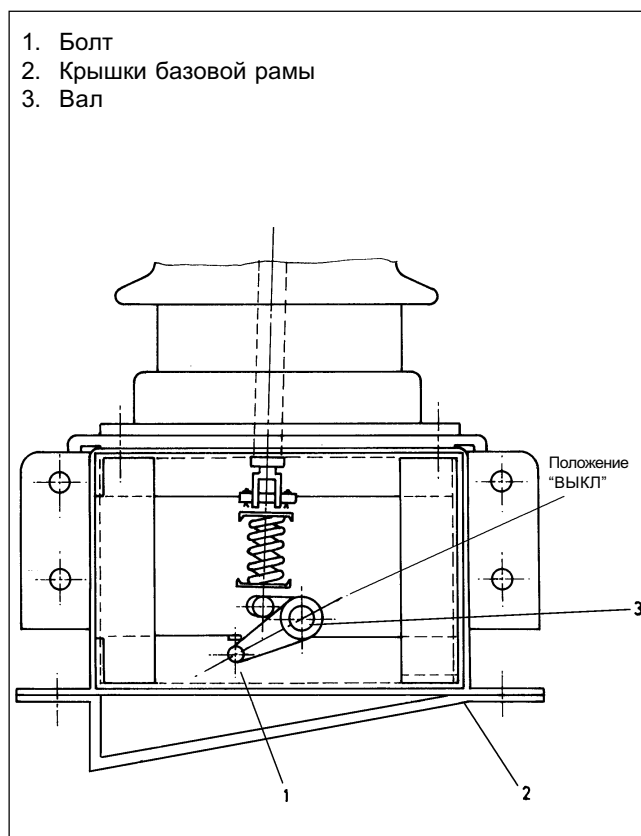

Рис. 12 Разрез базовой рамы
В первом ящике упакована базовая рама (деталь 2, рис.7) с тремя блоками ламповых переключателей (деталь 1, рис.7), которые устанавливаются в фарфоровых изоляторах. Во втором ящике находится приводная коробка силового выключателя (деталь G, рис.1), который устанавливается на несущую конструкцию. В этом ящике находятся также фундаментные болты (деталь 4, рис.5), гайки (деталь 1, рис.5), подкладные шайбы (деталь 3, рис.5) и упругие шайбы (деталь 2, рис.5), а также другие детали, поставляемые отдельно россыпью. Силовой выключатель вместе с вакуумными ламповыми переключателями упаковывается и транспортируется в открытом состоянии с дополнительными транспортными креплениями, зафиксированными на рычаге вала, а также тягой в приводной коробке, как показана на рис.12 и 10. На ящиках нанесены инструкции по подъёму, а также адрес получателя.
- (iv) На время транспортировки контакты вакуумных ламповых переключателей приведены в открытое положение с помощью пальца (деталь 1, рис.12).
При дальнейшем монтаже силового выключателя следует удалить этот штифт с базовой рамы. Поднять базовую раму в соответствии с инструкциями по подъёму на рис.8. Удалить нижнюю крышку (деталь 2, рис.12), отвинтив болт (M6). Удалить болт (деталь 1, рис.12) с рычага. При этом следует приложить к валу (деталь 3, рис.12) незначительное усилие вниз. При удалении болта рычаг перемещается вверх благодаря давлению воздуха, действующему на сильфоны вакуумного лампового переключателя.